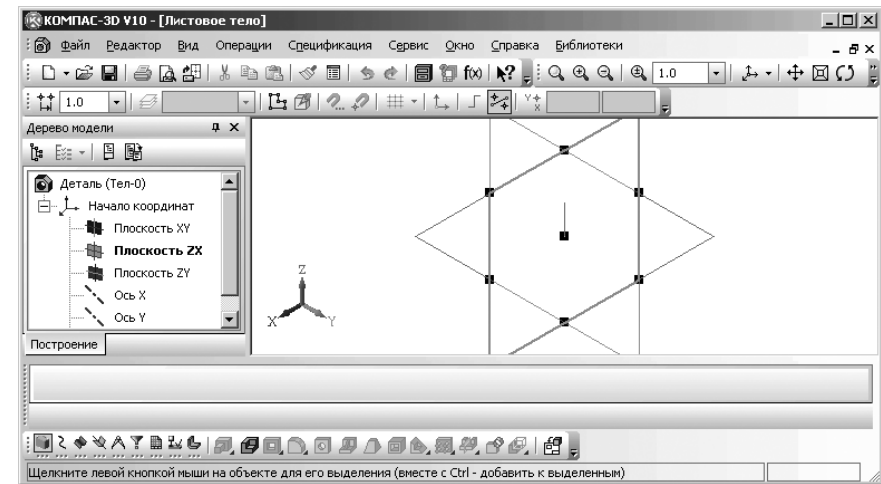

Рис. 7.8. Выделенная проекционная плоскость ZX для построения листового тела
- щелкните в окне **Дерево построений** по проекционной плоскости, на которой будет расположен эскиз листового тела. Это может быть **Плоскость ZX**. Пиктограмма плоскости **Плоскость ZX** в **Дереве построения** будет выделена зеленым цветом, а в окне детали будет подсвечено условное обозначение плоскости (квадрат с характерными точками). Это состояние системы показано на рис. 7.8;